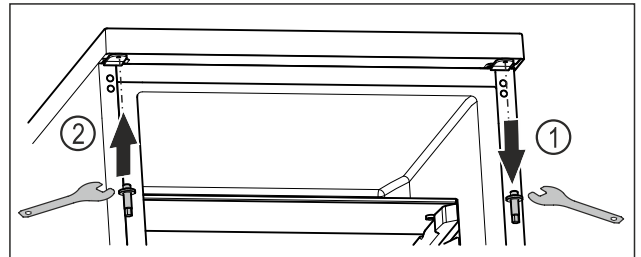

Fig. 18
- ▶ Lironi bulonat e sipërm me çelësin e jashtëm kriket. Fig. 18 (1)
- ▶ Shtrengoni fort bulonat e anës së kundërt me çelësin e jashtëm kriket. Fig. 18 (2)